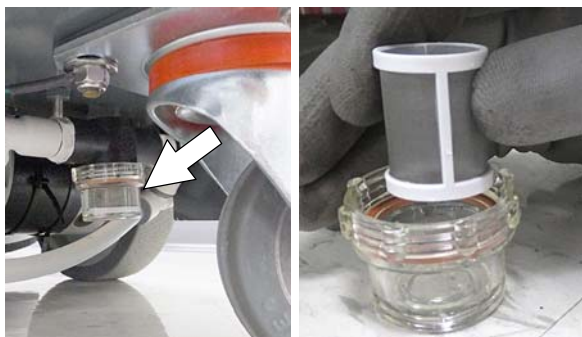

РИС. 85
4. Снимайте фильтр бака раствора и очищайте экран через каждые 50 часов эксплуатации (Рисунок 85). Фильтр раствора располагается под машиной с тыльной стороны. Перед снятием фильтра слейте бак утилизации.